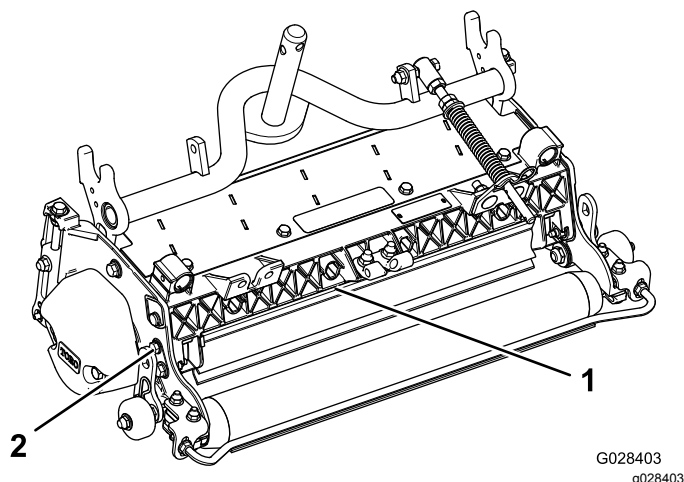

Figura 11
1. Afloje los pernos del pivote del deflector de hierba (Figura 11).
2. Gire el deflector de hierba a la posición deseada, y apriete los pernos (Figura 11).